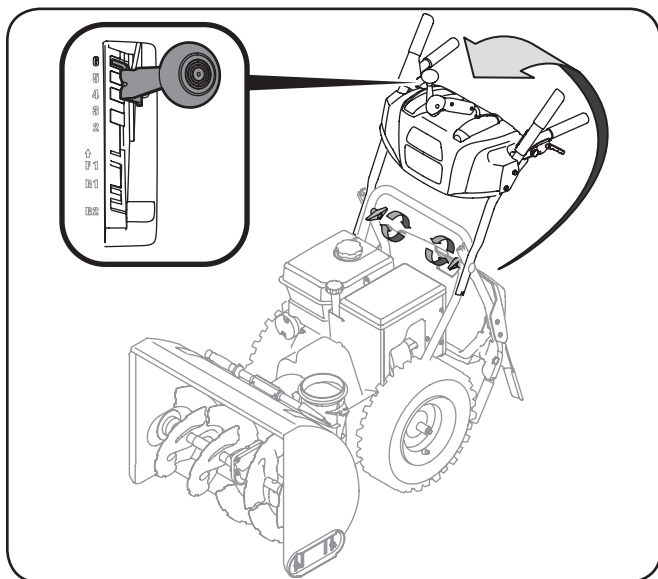

Figure 3-1
1. Placez le levier de vitesses à la sixième position de marche avant (F 6). Voir Figure 3-1.